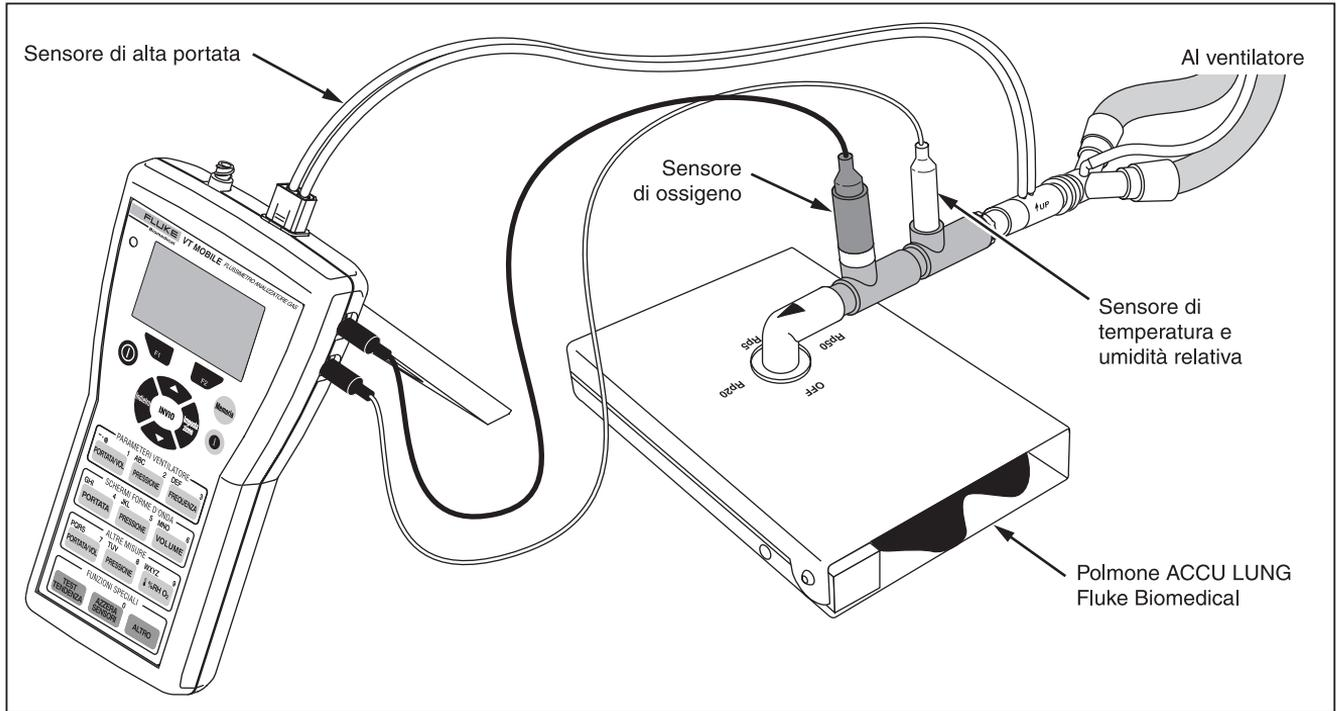

Figura 9. Verifica dei parametri del ventilatore
1. Collegare il sensore dell'ossigeno come illustrato nella Figura 9.
Quando si collega l'analizzatore a un ventilatore o a un polmone di test, fare riferimento alla Figura 9.
5. Usando i componenti forniti nel kit degli accessori e i connettori in dotazione ai sensori, effettuare i collegamenti fra il ventilatore e il polmone ACCU LUNG come illustrato nella Figura 9. Effettuare le connessioni in questa sequenza: raccordo a Y del ventilatore → sensore di alta portata (fascia azzurra verso il polmone ACCU LUNG) → sensore di temperatura e umidità relativa → sensore dell'ossigeno → ACCU LUNG. Allineare verticalmente tutti i sensori.
7. Impostare la compliance e la resistenza dell'ACCU LUNG su C20 (entrambe le molle esterne innestate) e Rp50 (come illustrato nella Figura 9).